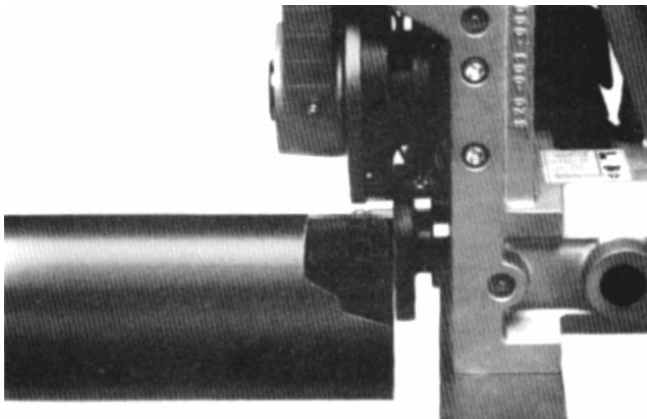

Figura 10 – Primer plano del tubo colocado contra el borde del rodillo de accionamiento
3. Cuadre el tubo y el portatubos en la ranuradora asegurando que el tubo quede al ras contra el reborde del rodillo de accionamiento. (*Figura 10*)